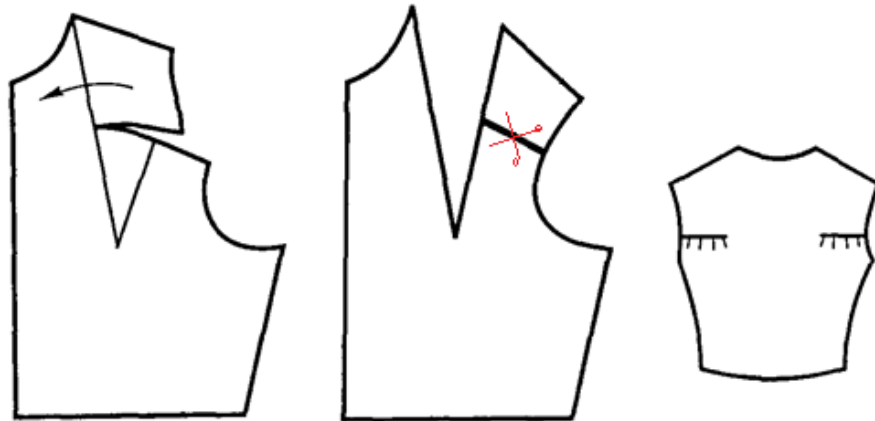

Рис.4
2. Нанесіть на креслення кольоровою ручкою лінію кокетки та покажіть на лінії ножиці (як показано на Рис.4).
2. Нанесіть на креслення кольоровою ручкою лінію підрізу та покажіть на лінії ножиці (як показано на Рис.4).